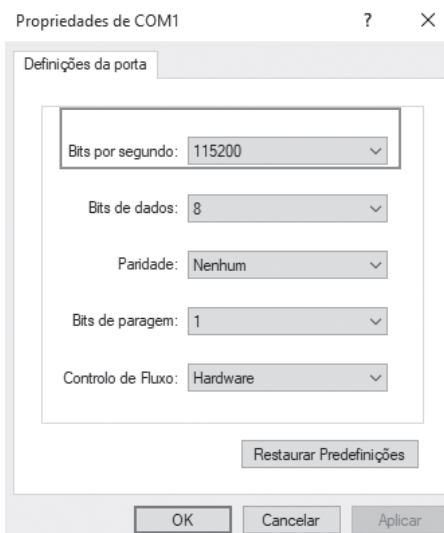

Figura 10
**3.1.3** Selecione a velocidade de transmissão para 115200 Bits por segundo. Em seguida, selecione “Aplicar” para ativar as definições. (Ver Figura 10).